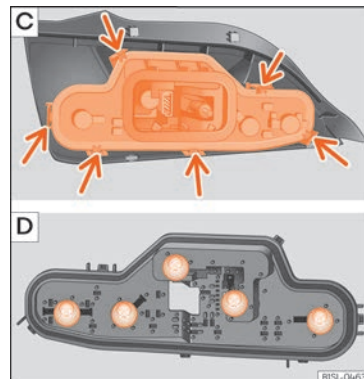

Abb. 53 Rückleuchte: Lampenhalter ausbauen
- Lampenhalter an den Verriegelungs-laschen (Pfeile) » Abb. 53 [C] entriegeln und Lampenhalter aus der Rückleuchte herausnehmen.
- Ausgefallene Glühlampe durch eine neue Glühlampe gleicher Ausführung ersetzen » Abb. 53 [D].
- Lampenhalter in die Rückleuchte einsetzen. Die Verriegelungslaschen (Pfeile) müssen hörbar einrasten » Abb. 53 [C].